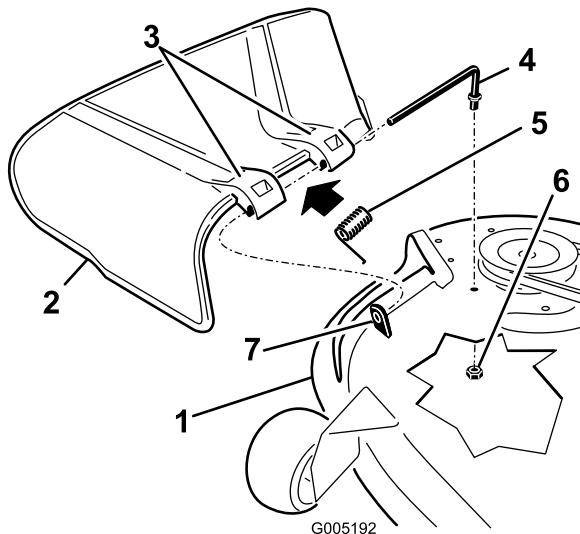

Figura 67
1. Retire la tuerca ( $\frac{3}{8}$ ") de la varilla debajo del cortacésped (Figura 67).
2. Retire la varilla del separador corto, del muelle y del deflector de hierba (Figura 67).
4. Vuelva a colocar el deflector de hierba (Figura 67).
7. Deslice la varilla por el segundo soporte del deflector de hierba (Figura 67).
9. Sujete el extremo trasero de la varilla en el cortacésped con una tuerca ( $\frac{3}{8}$ "), según se muestra en Figura 67.